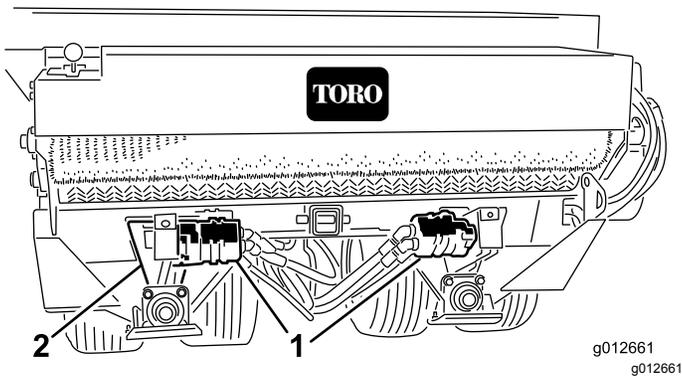

图17
2. 卸下将液压马达/泵固定到轴托架的托架螺栓和螺母 图17。
3. 旋转马达链轮总成 图17 直至车轮传动链偏转 3.2mm。